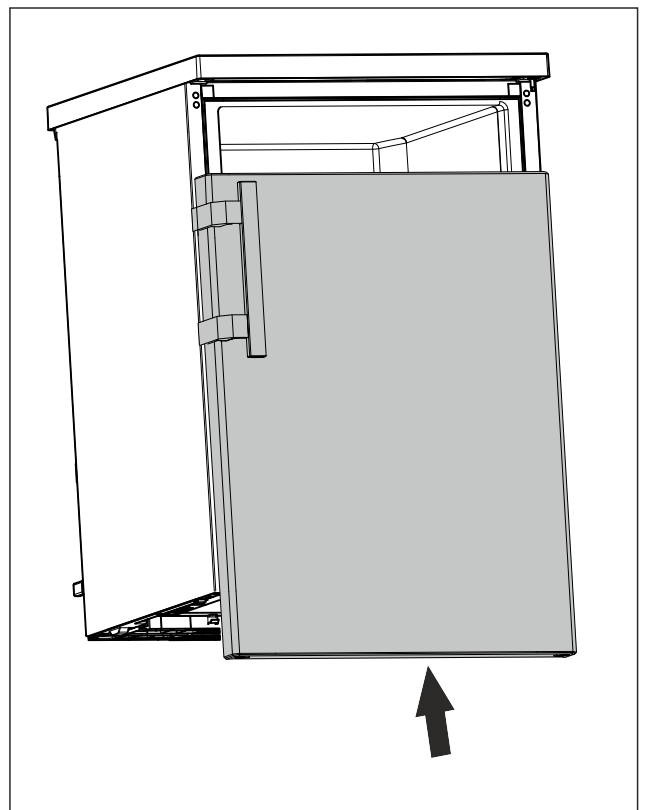

Fig. 20
- ▶ Inserire la porta chiusa sul perno superiore. (vedere Fig. 20)